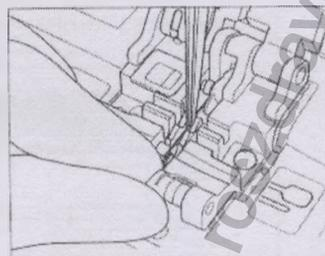

Рис. 28
4. Если на экране дисплея высветится сообщение "WAFER JAM REMOVE WAFER" (пластину заклинило, выньте пластину), сдвиньте правый зажим вправо, чтобы между двумя зажимами образовался зазор. В то время, когда вы сдвинете вправо правый зажим, удалите из зажимов заклиненную пластину, используя щипцы или острогубцы (См. Рис. 28).